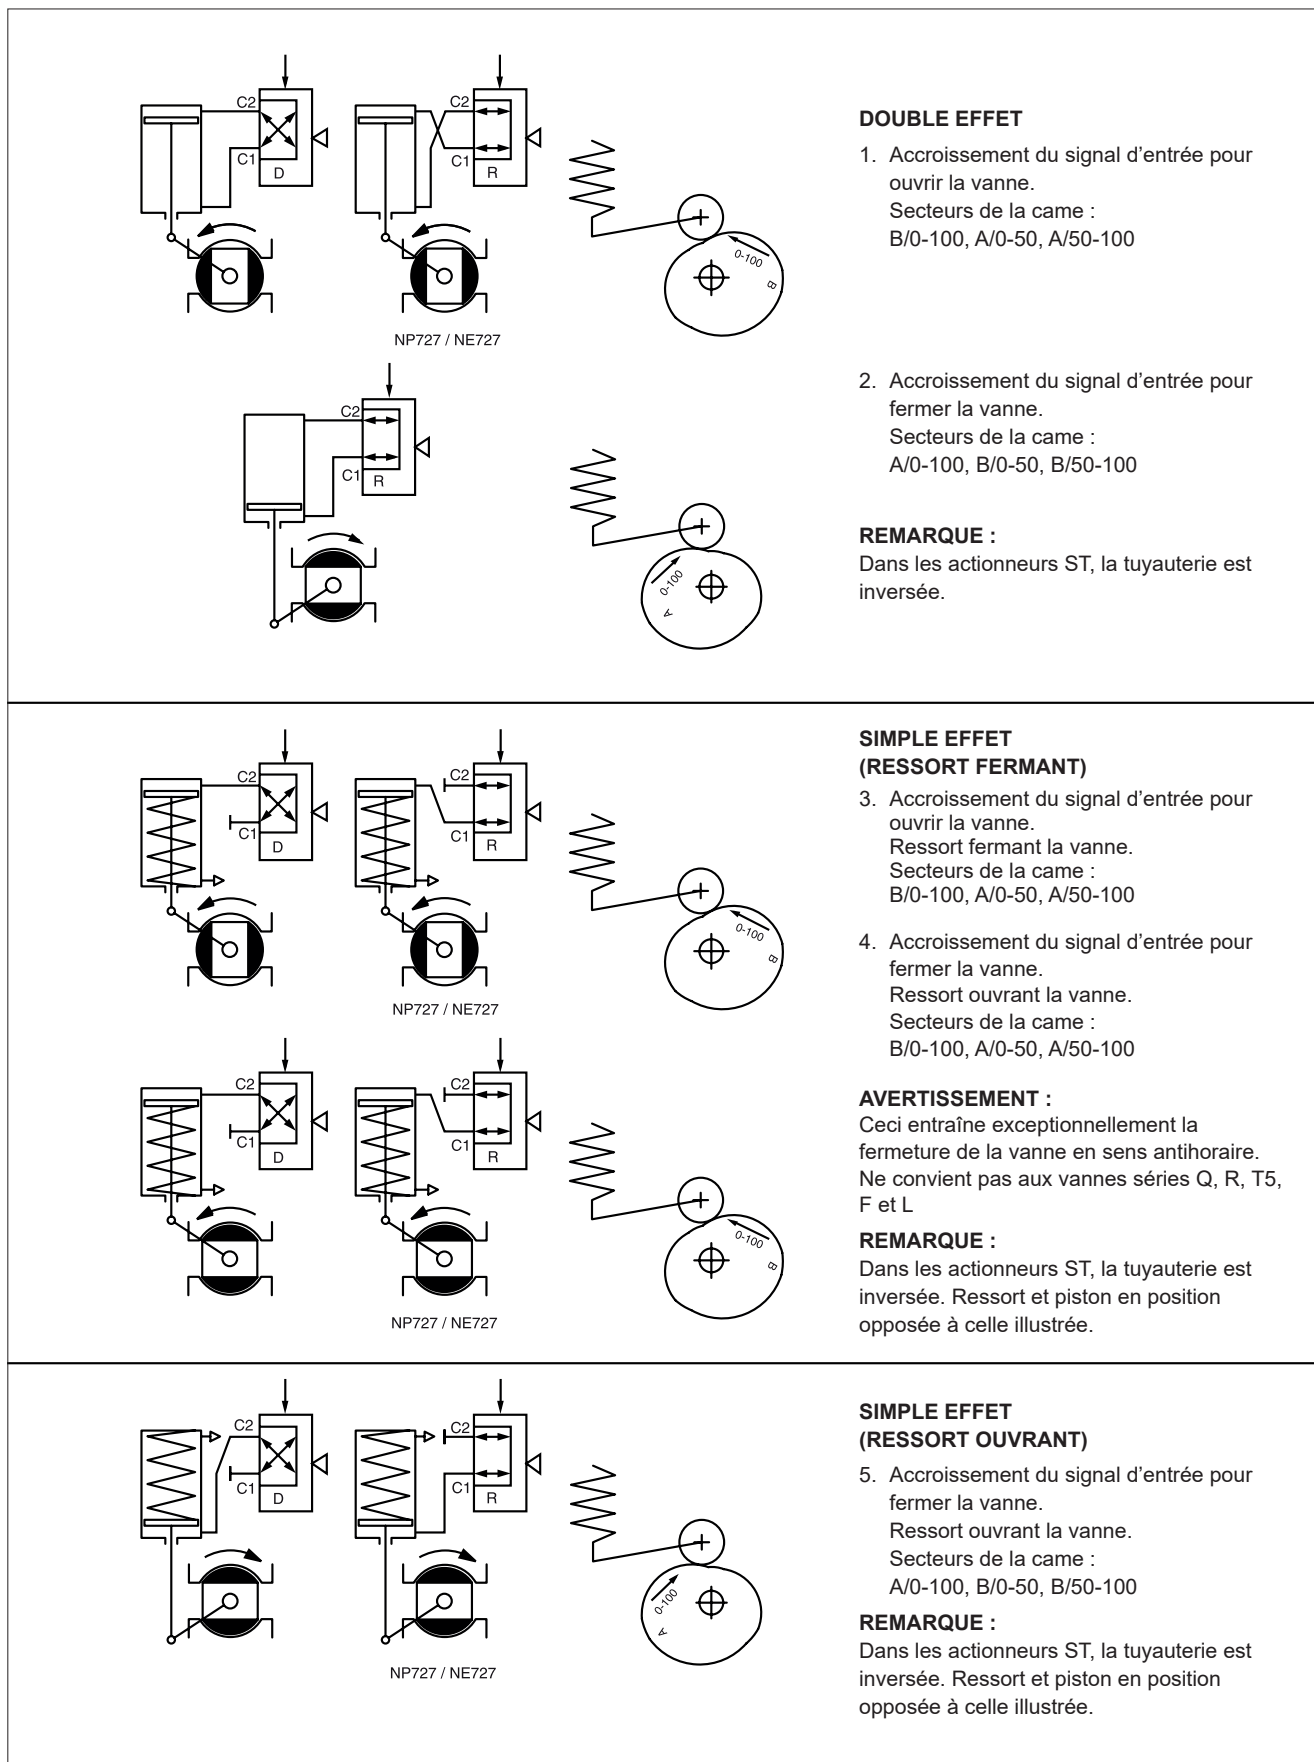

Fig. 5. Actions du positionneur
2. Orienter la flèche (seulement B_U) parallèlement à l'obturateur de la vanne et fixer l'étrier d'accouplement (2) dans la position indiquée à la Fig. 5, avec la vis (29), sur le couvercle indicateur (B_U) ou l'accouplement (QP). Fixer la vis de fixation de l'étrier d'accouplement à l'aide d'un frein filet (type Loctite) et serrer.
3. Fixer la console (1) sur le positionneur.
4. Fixer la console (1) sur l'actionneur.